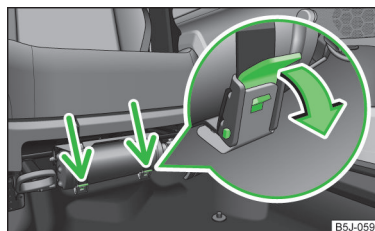

Fig. 139
- Desfaceți ambele chingi trăgând de siguranțele respective în sensul săgeții » fig. 139.